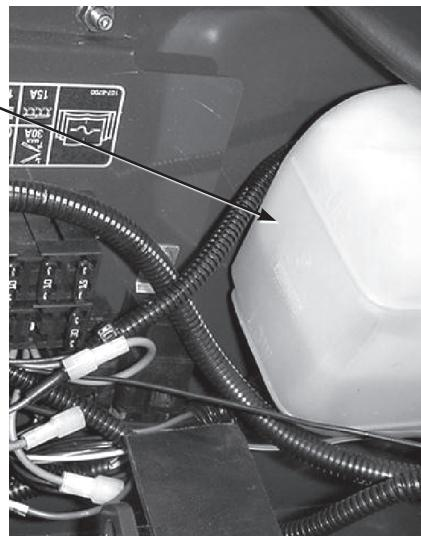

図6
3. ラジエターのキャップ (図5) と補助タンクのキャップ (図6) を注意深く開ける。